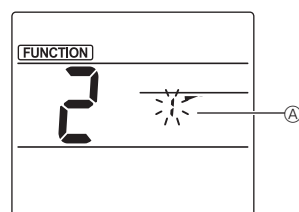

Fig. 2
- ② Välja nummer för fläktblad (Fig. 2) Tryck på knapparna  för att välja nummer  för fläktblad och tryck därefter på knappen .